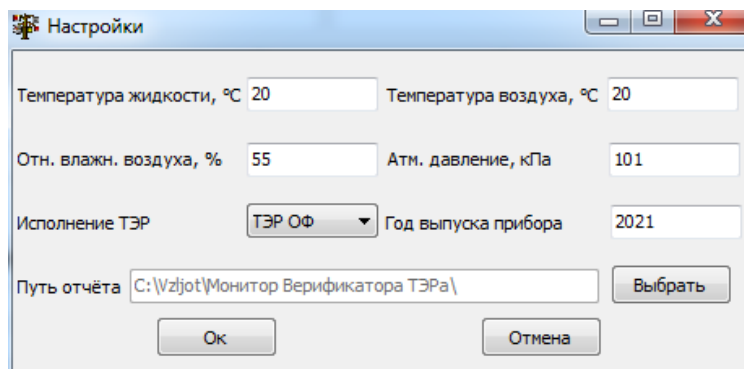

Рис.19. Окно формирования отчета.
4.2.6. Для создания отчета о проведенной поверке нажимается кнопка **Отчет**, на ПК появится окно формирования отчета (рис.19):